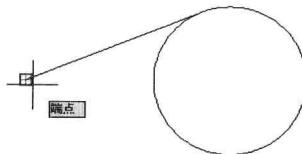

图 2-7-5
(7) 单击“直线”按钮 ，捕捉并单击切线的端点，如图 2-7-5 所示，捕捉并单击圆的左下角切点，按 Enter 键，切线绘制完成。